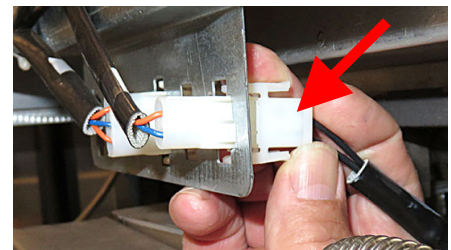

図 65
73. フライヤーの側面にある接続パネルに上限を接続し (図 65 を参照)、適切なコネクタに接続されていることを確認します。